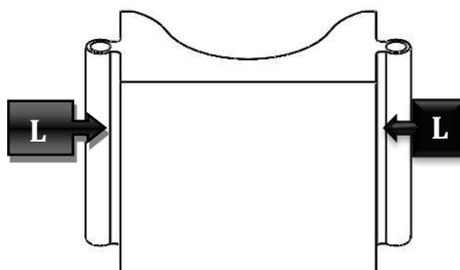

Figura 63
Para substituir o encosto de cabeça almofadado, extraia o arco conforme descrito no parágrafo 5.5.7 e remova os dois rebites (L) evidenciados na Figura 63. Depois do novo encosto de cabeça ter sido inserido bloqueie-o com dois novos rebites e volte a inserir o arco.